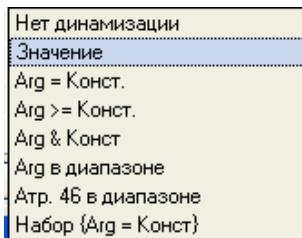

Рис. 3.6
- зі всіх пропонованих типів вибрати ЛК **Значення** (рис. 3.6);